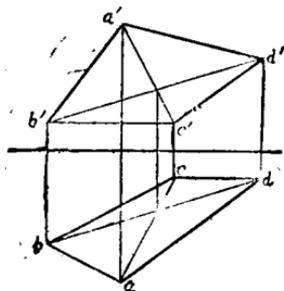

图 15
5. 求作四边形 $ABCD$ 的实形, 写出作图步骤 (见图 15)。(提示: 可根据线段 bc 、 cd 的特殊位置求作四边形)